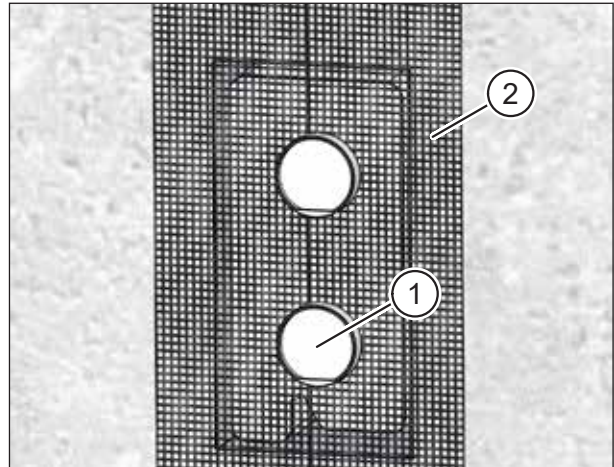
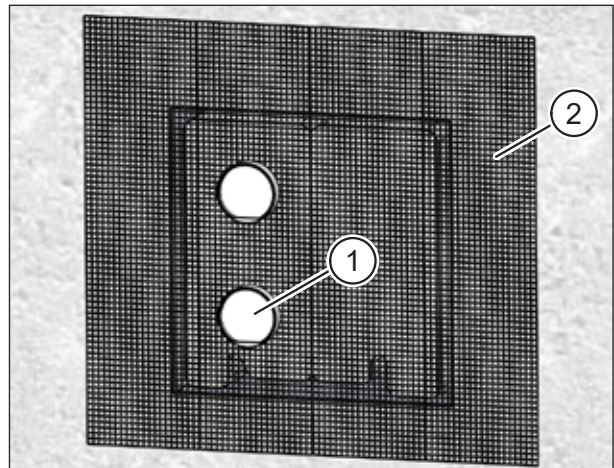

Abb. 30: Montageset **ohne** Füllstück einputzen
Abb. 31: Montageset **mit** Füllstück einputzen
- ▶ Setzen Sie die Putzschutzhülsen (Pos. 1 in Abb. 30 und Abb. 31) ein. Sie sollen soweit über die Massivwand herausragen, dass sie mit dem späteren Putzauftrag bündig abschließen. Die Putzschutzhülsen bilden die Beiputzfläche für den Außenputz.
- ▶ Bringen Sie das Putzgewebe (Pos. 2 in Abb. 30 und Abb. 31) außen auf den Mauerkasten, auf das Mauerwerk bzw. auf die Fassadendämmung an.